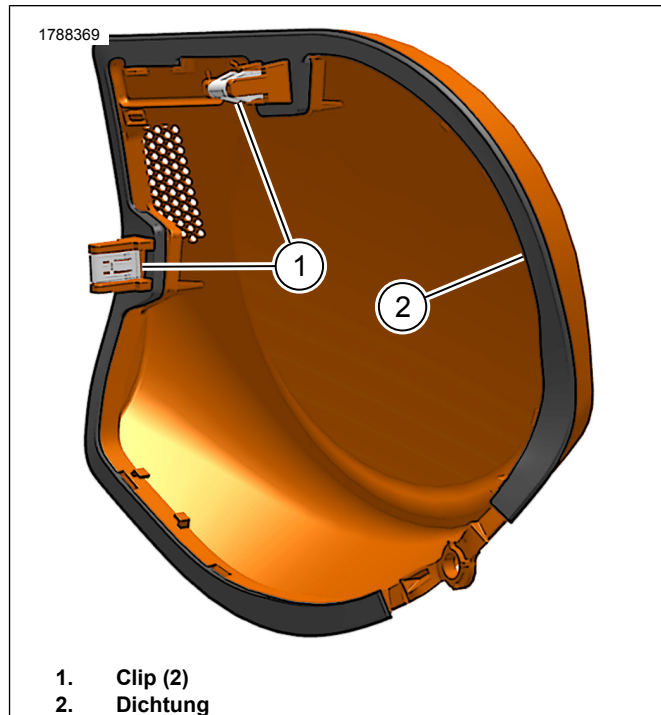

Abbildung 6. Gitterdichtung
- a. Abbildung 6 Sicherstellen, dass die Clips (1) und die Dichtung (2) am Gitter angebracht sind.